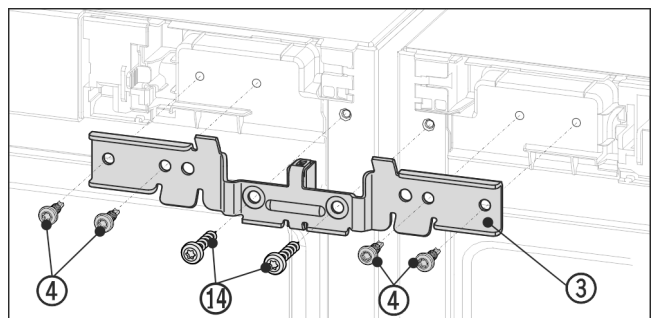

Fig. 16 Beispielhafte Darstellung
- Winkel Fig. 16 (3) mit dem Distanzstück zwischen die Geräte und auf die Zapfen schieben. Den Winkel mit vier Schrauben Fig. 16 (4) und den zuvor herausgeschraubten Erdungsschrauben Fig. 16 (14) abwechselnd rechts und links lose anschrauben.